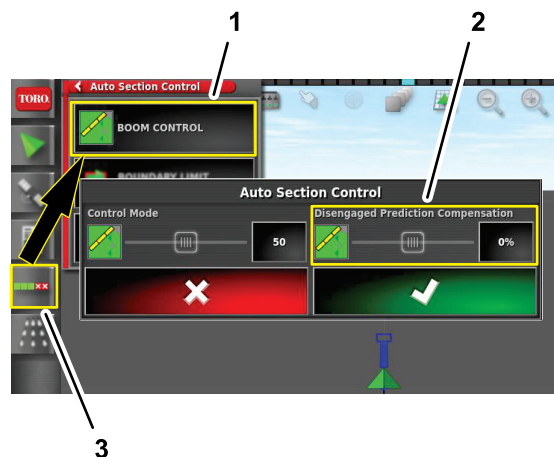

図 109
1. ASCアイコンを押す 図 109。
2. ブームコントロールアイコンを押す 図 109。